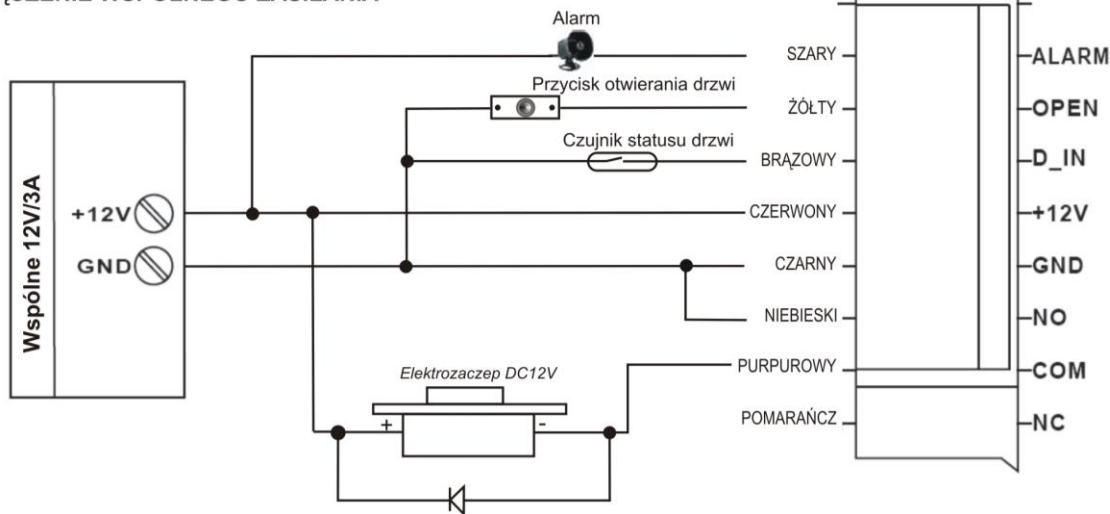

fig. 3 Diagrama de conexão
3. Conecte os fios de energia e de bloqueio eletromagnético aos soquetes de conexão de acordo com o diagrama de conexão (Fig. 3)